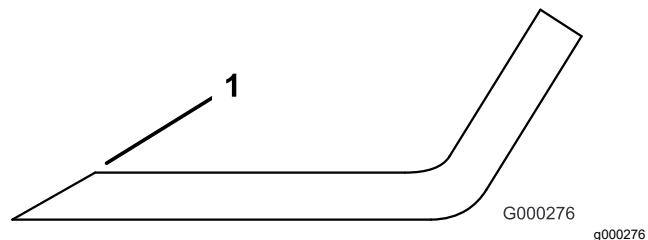

Рисунок 26
4. Проверьте режущие кромки всех ножей и заточите их, если они затупились или имеют зазубрины (Рисунок 26).
Примечание: Чтобы ножи всегда оставались острыми, затачивайте только верхнюю сторону режущей кромки и сохраняйте первоначальный угол заточки (Рисунок 26). Балансировка ножа не нарушается, если с обеих режущих кромок удаляется одинаковое количество материала.